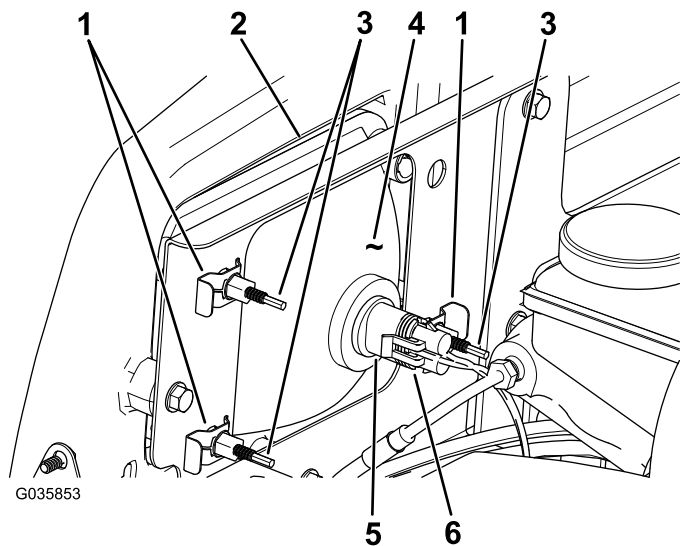

Figura 43
3. Scollegate il connettore elettrico del cablaggio dal connettore del gruppo luci (Figura 43).
4. Togliete i fermagli che tengono bloccato il faro anteriore sulla relativa staffa (Figura 43).
5. Rimuovete il gruppo faro anteriore spostandolo in avanti attraverso l'apertura nel paraurti anteriore (Figura 43).
6. Montate il nuovo faro anteriore attraverso l'apertura nel paraurti (Figura 43).
8. Collegate il connettore elettrico del cablaggio al connettore del nuovo gruppo luci (Figura 43).
2. Sul retro del gruppo faro, ruotate le viti di regolazione (Figura 43) per ruotare il gruppo faro e allineare la posizione di getto del fascio.